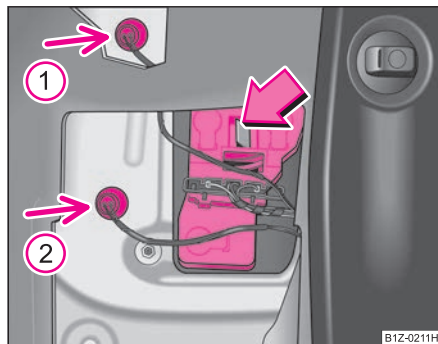

Fig. 233 Demontarea
- Scoateți becurile lămpii (săgeata ① și ②) ⇒ fig. 233.